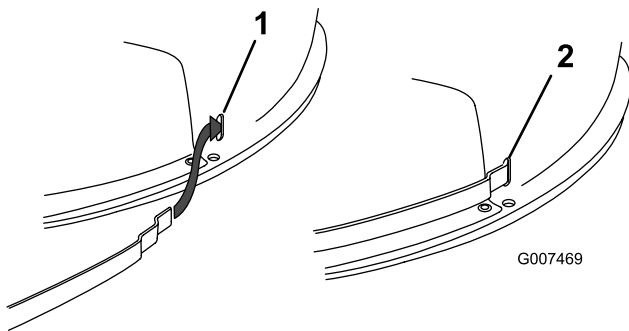

Bild 20
Hinweis: Nehmen Sie die Riemen nicht vom Mähergehäuse ab. Wenn ein Riemen nicht mehr am Gehäuse befestigt ist, setzen Sie ihn erneut ein, siehe (Bild 20).
16. Heben Sie das Heckfangsystem an und setzen Sie den Splint, die zwei Scheiben und den Lastösenbolzen ein, um das Auswurfrohr an der hinteren Platte zu befestigen (Bild 20).